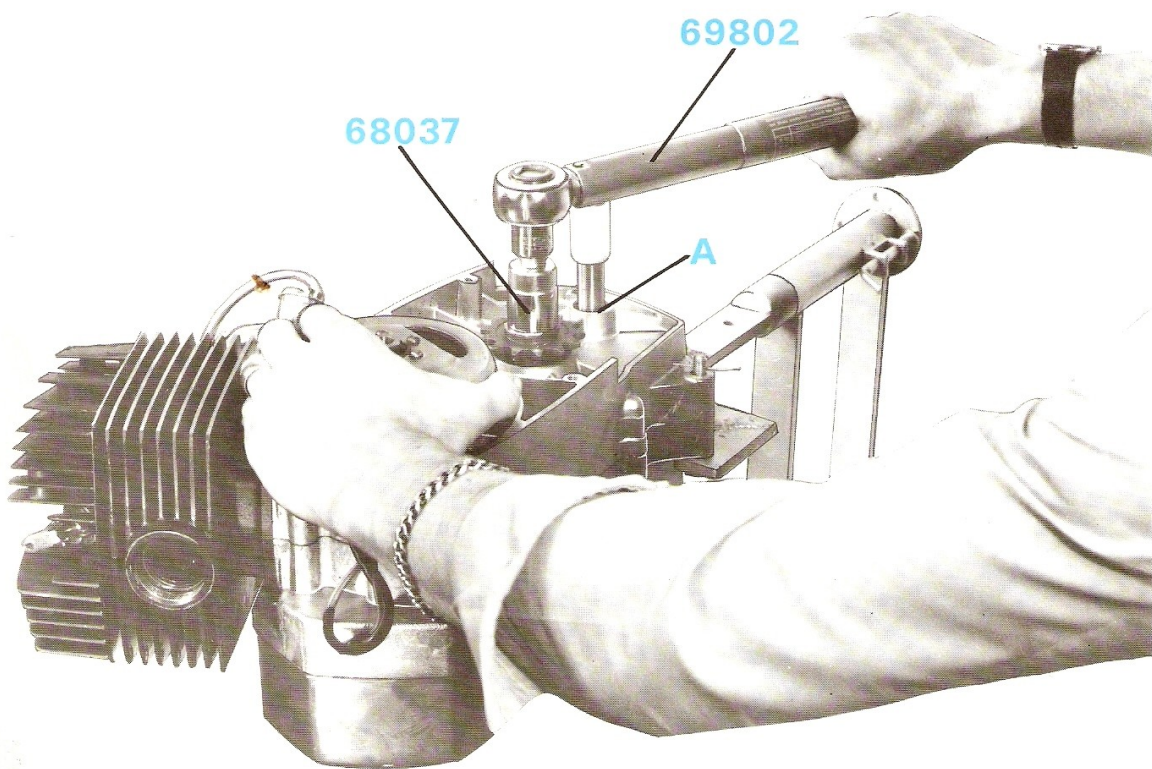

Figure 9
- Rabattre le frein d'écrou et dévisser l'écrou de 24 sur plat avec une clé à pipe de 24 ou clé dynamométrique n° 69802 équipée du réducteur et de la douille de 24 n° 68037, en immobilisant le rotor avec une main (figure 9).